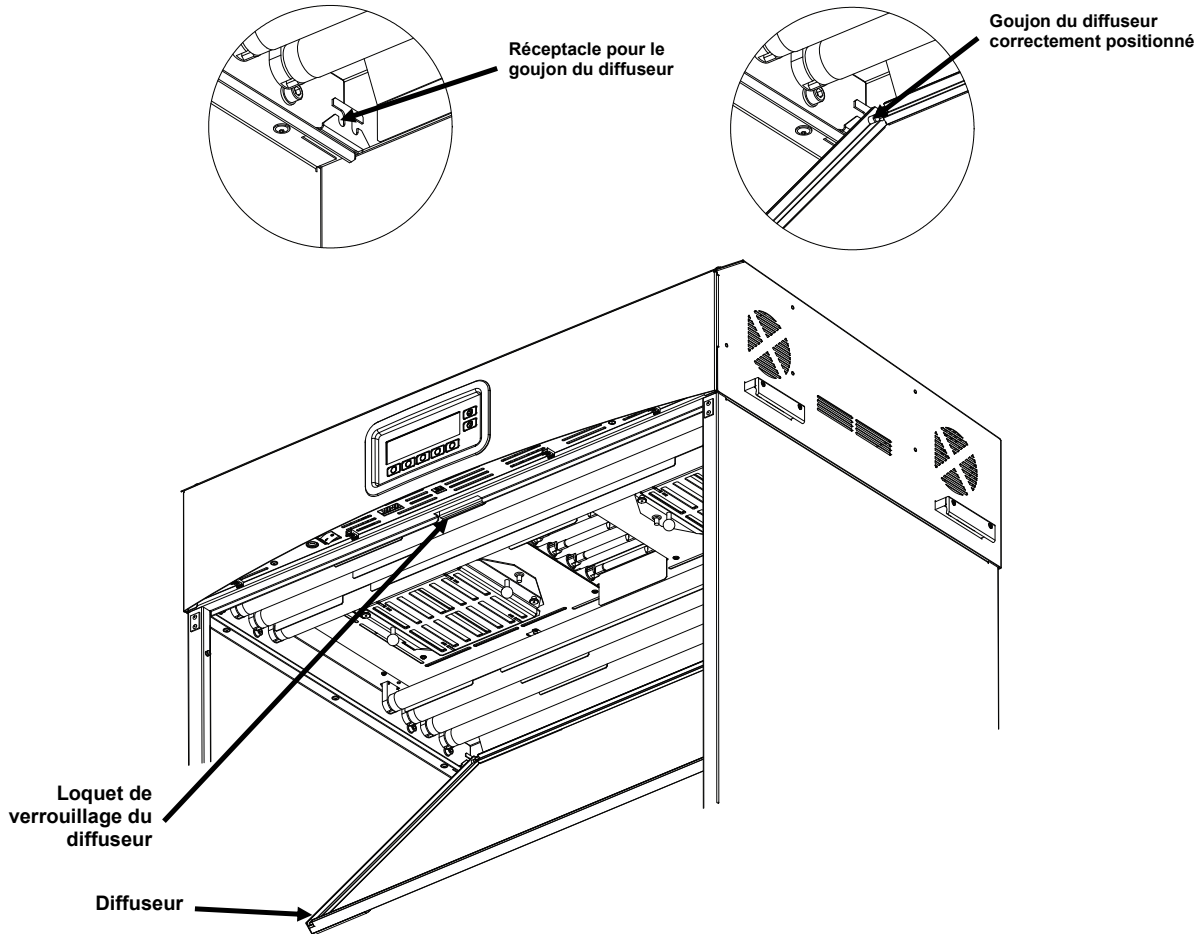

Figure 7. Montage du diffuseur sur le luminaire
9. Insérez les goujons du diffuseur dans la fente avant des réceptacles situés dans les coins arrière du châssis du luminaire. Voir Figure 7.